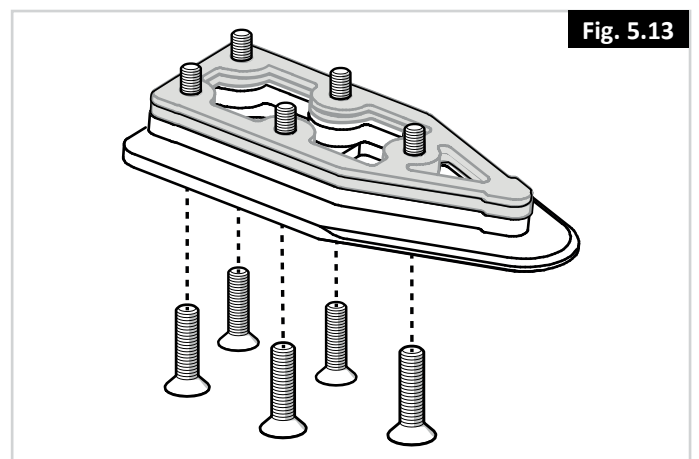

Fig. 5.13
3. Insira os cinco parafusos através da placa de fixação, o espaçador de 8 mm obrigatório e os espaçadores opcionais selecionados (cinzento na imagem) (Fig. 5.13).